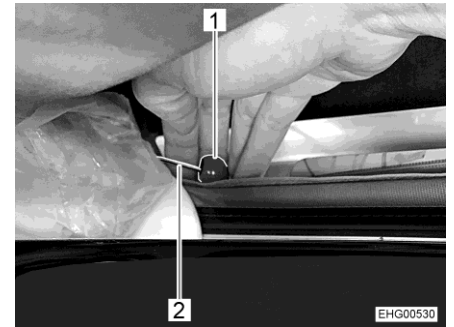

Fig. 39 Dispositif de déverrouillage de secours
- Tirer des deux côtés sur le bouton rouge (Fig. 39,1) du câble Bowden (Fig. 39,2).